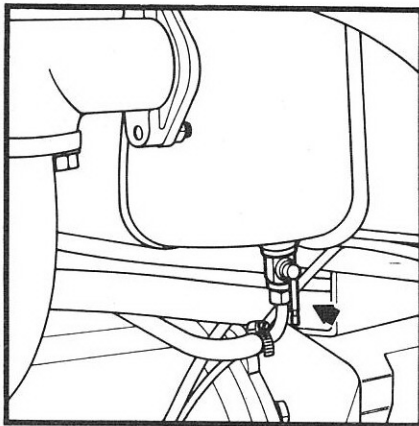

Fig. 13 - Robinet du réservoir.
- le niveau de combustible dans le réservoir, en s'assurant également que le robinet situé sous le réservoir est bien ouvert (fig. 13);